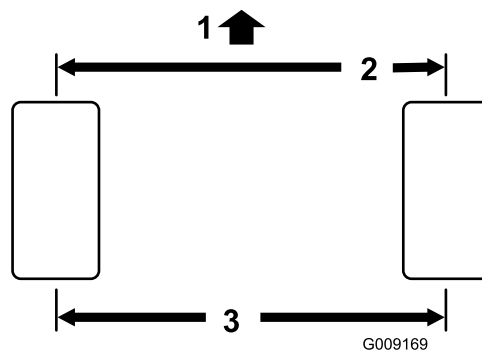

Рисунок 59
2. Измерьте межцентровое расстояние (на высоте оси) на передней и задней стороне рулевых колес (Рисунок 59). Результат измерения на передней стороне шин должен отличаться от результата измерения на задней стороне на 0 ± 3 мм. Поверните шины на 90 градусов и повторите измерения.